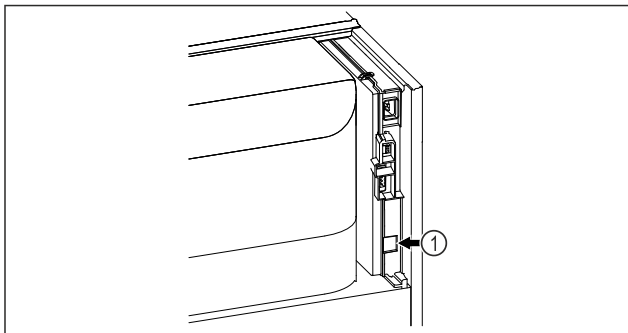

Fig. 146
- ☐ SmartModule Fig. 146 (1) se rabi.